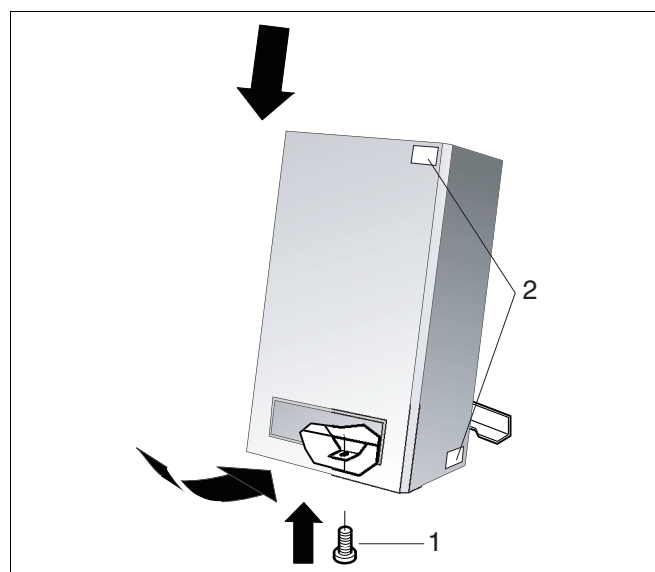

Bild 37 Kesselverkleidung anbringen
- Kesselverkleidung aufsetzen und Halteschraube befestigen (→ Bild 37, [1]).